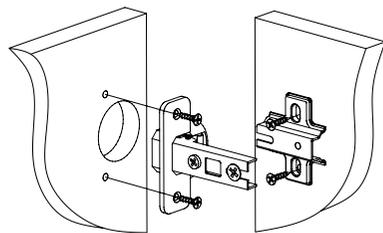

Рис. 7
7. Установите петли 45 градусов на фасад с помощью шурупов 3,5x16 (Рис. 7). Ответные планки петель установите на деталь 3 или 4 в зависимости от стороны открытия дверей.